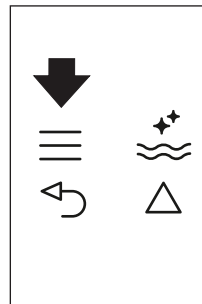
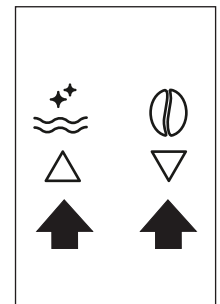

Abb.22
Abb. 9
- ▶ Drücken Sie das ≡ Symbol (B2) , um das Menü aufzurufen (Abb. 22), dann drücken Sie die Symbole △ ▽ (B7) und (B8) (Abb. 9) bis „CAPPUCCINO PROGRAMMIEREN“ erscheint.
- ▶ Drücken Sie das ≡ Symbol (B2), um das Menü aufzurufen (Abb. 22) oder drücken Sie die Symbole △ ▽ (B7) und (B8) (Abb. 9) bis „CAPPUCCINO PROGRAMMIEREN“ erscheint.
- ▶ Drücken Sie das OK Symbol (B9), um zu bestätigen, dann die Symbole △ ▽ (B7) und (B8) (Abb. 22), bis „KAFFEE F. CAPPUCCINO“ angezeigt wird.